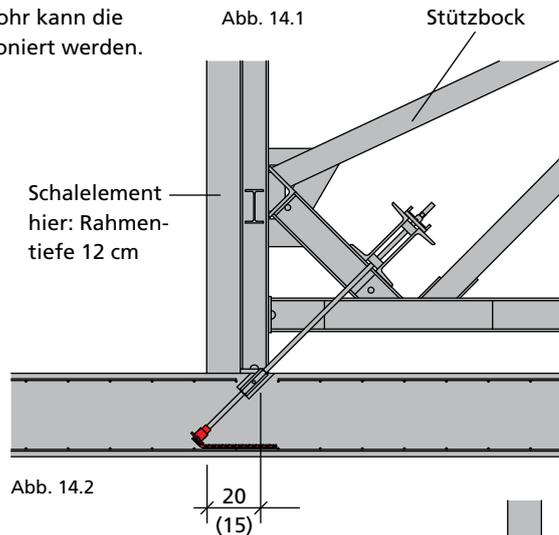
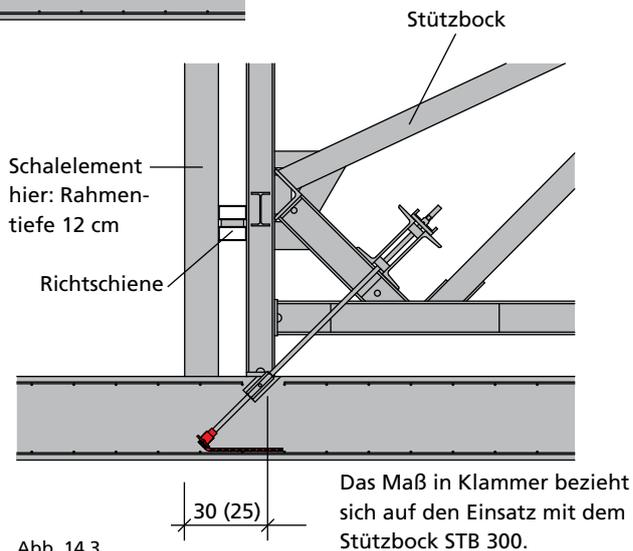

Abb. 14.2
Abb. 14.3
- Beim Stützbock STB 450 = 20 cm (Abb. 14.2) und 30 cm mit zusätzlichen Richtschienen (Abb. 14.3) und